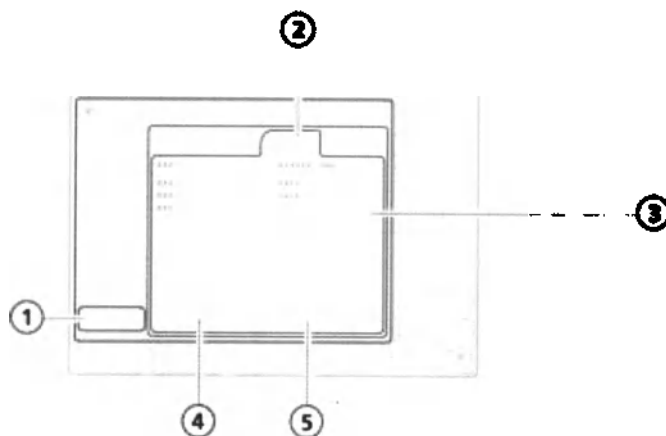

Рисунок G-16. Вкладка «SW options»
- В окне «Конфигурация» нажмите кнопку «Options». Откроется окно «SW options». См. рис. G-16.
1. В окне «Конфигурация» нажмите кнопку «Options». Откроется окно «SW options». См. рис. G-16.